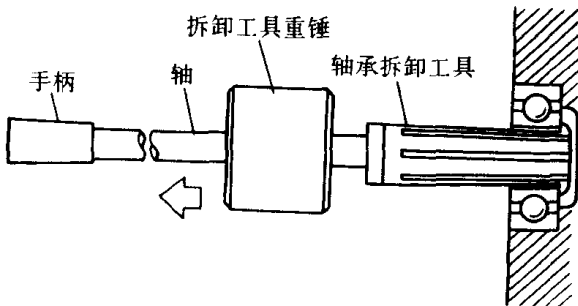

图 1-26 盲孔轴承的拆卸
1) 如图1-26所示,使用轴承拆卸工具。将轴承拆卸工具导入轴承内孔中,将轴的螺纹完全旋入,把手柄使用工具重锤将轴承拆下。这种方法取下的轴承不得再次使用。